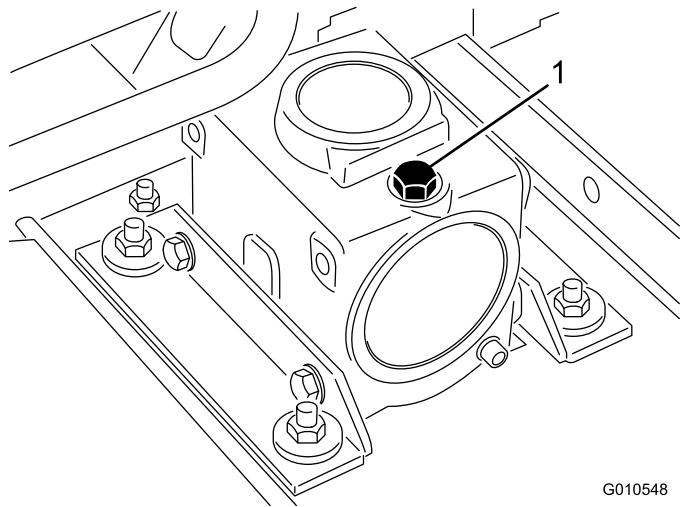

図 19
- マシンとカッティングユニットを平らな場所に駐車させ、カッティングユニットを降下させる。ギア・ボックスの上部についているディップスティック兼給油プラグ (図 19)を取り、オイルの量が、ディップスティックについている2本のマークの間にあることを確認する。油量が少なければ、SAE 80-90